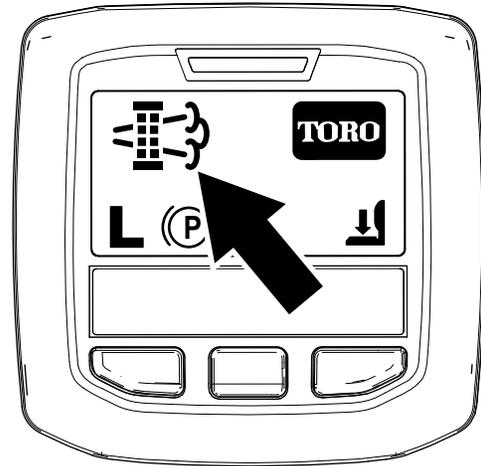

Рисунок 43
- Когда компьютер двигателя запрашивает стационарную или восстановительную регенерацию, на дисплее инфо-центра появляется значок запроса на регенерацию (Рисунок 43).